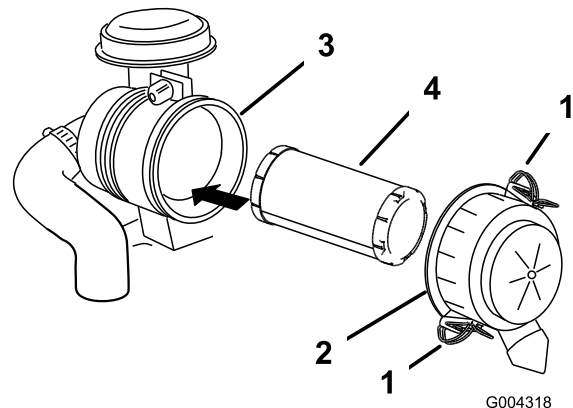

Bild 42
3. Lösen Sie die Riegel am Luftfilter und ziehen Sie die Abdeckung von der Luftfilterabdeckung ab (Bild 42).
5. Schieben Sie den Filter vorsichtig aus dem Luftfiltergehäuse heraus (Bild 42).